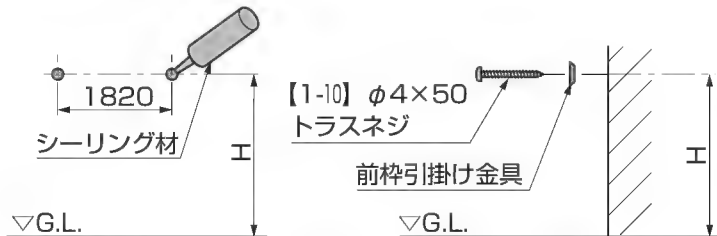

図2-1
- ①躯体の主柱、または間柱にφ3の下穴をあけ、シーリング材を充てんし、前枠引掛け金具を【1-10】で取付けてください。（図2-1参照）